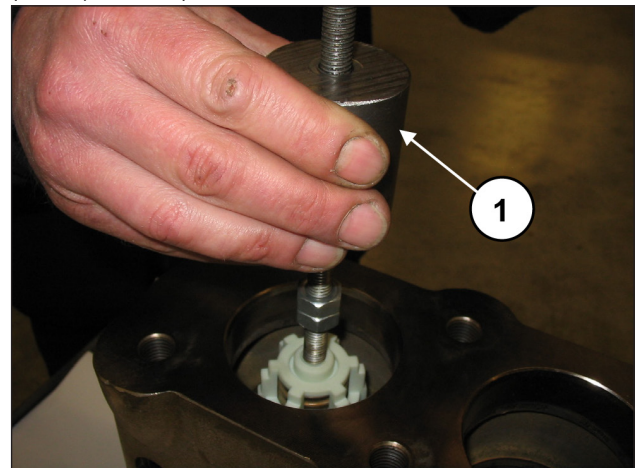

Abb. 110
Entfernen Sie die Druckventilgruppe mithilfe eines Abziehers mit Schlagwerk an der Bohrung M10 der Ventilführung (Pos. ①, Abb. 110).